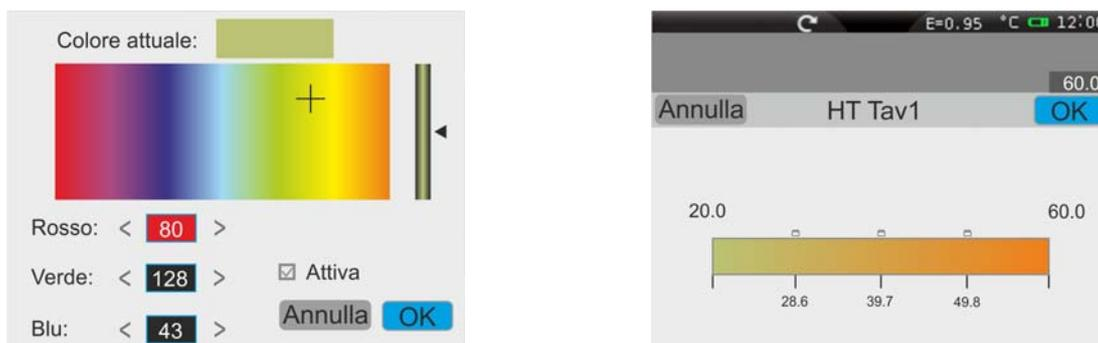

Fig. 53: Personalizzazione colori tavolozza utente – Passo 3
12. Trascinare i 4 marcatori di suddivisione del campo di temperatura lungo la barra fino ad ottenere i valori di temperatura intermedi desiderati (vedere Fig. 53 – parte destra)
- I valori dei colori associati al **modello RGB** (Rosso, Verde, Blu) compresi tra **0 ÷ 255**. L’impostazione è possibile sia inserendo i valori numerici, sia toccando i cursori “+” e “◀” sullo spettro dei colori e osservando l’effetto risultante sulla barra posizionata nella parte alta del display (vedere Fig. 53 – parte sinistra)
- Attivazione del marcatore con segno “✓” nel campo “Attiva”. Il simbolo “☐” è presente sulla barra della tavolozza (vedere Fig. 53 – parte destra)